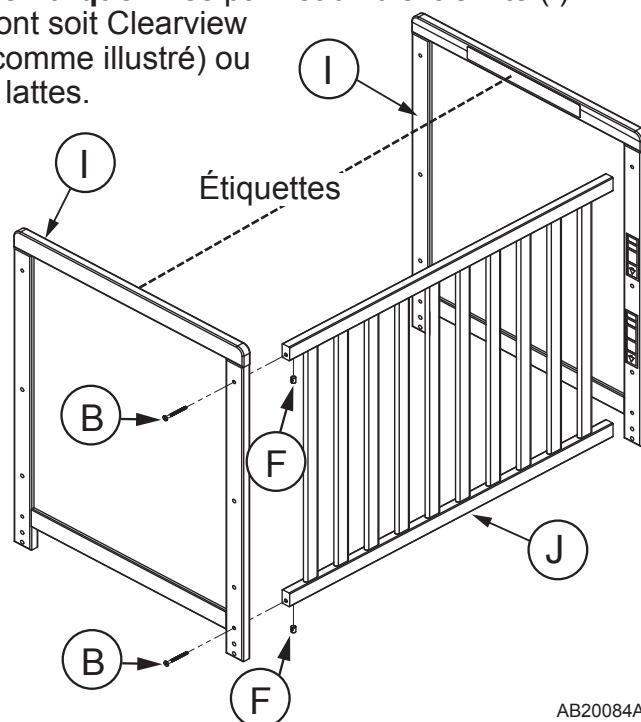

Figure 1
Voir la figure 1.
Fixez le côté fixe restant (K) de l'autre côté de panneaux d'extrémité (I) en utilisant le même procédé décrit dans l'Étape 1 Se référer à la Figure 1 schéma.